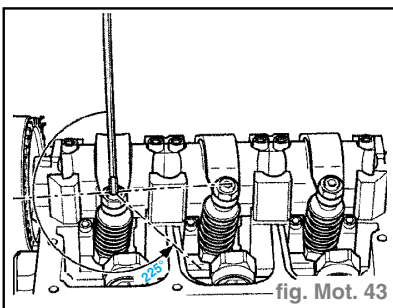

fig. Mot. 43
- Dévisser la vis de réglage de 225° à partir de la butée (fig. Mot. 43).